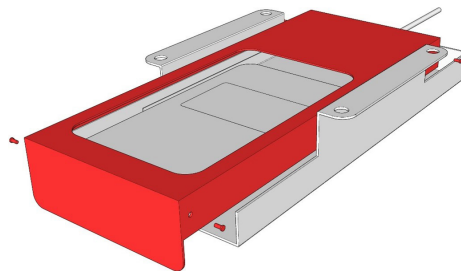

Figura 3
3. Colocar la tapa superior del Push Control y atornillar los cuatro tornillos laterales suministrados tal y como se muestra en la **figura 3**.